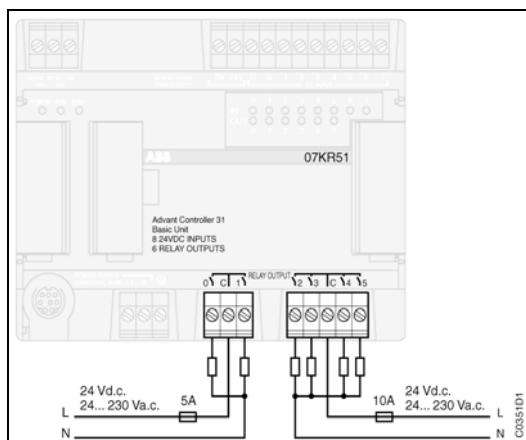
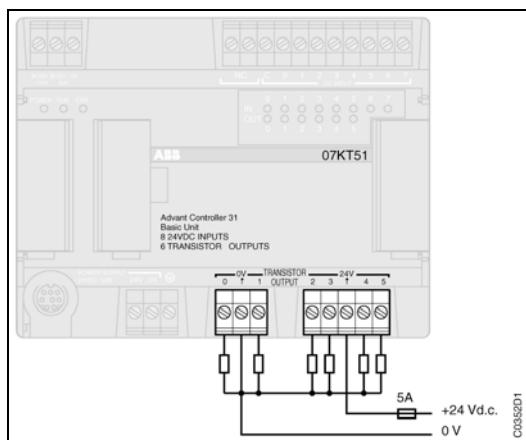

Figura 4-16: Salidas de relé
Figura 4-17: Salidas de transistor.
- Cableado de salida: ver Figura 4-16 y Figura 4-17.